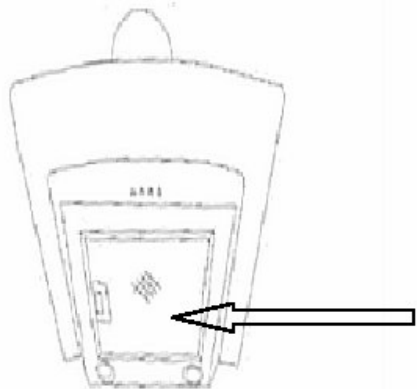
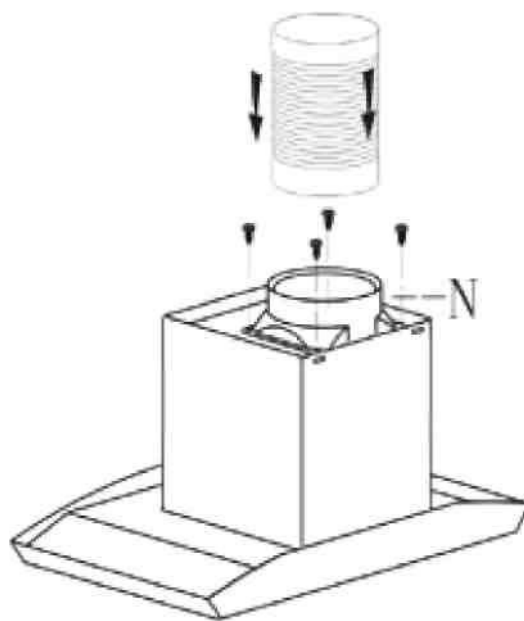

Fig. 1 - Vetfilter
Fig. 12
1. Haal de metalen vetfilters af van de afzuigkap (zie fig.1).
Controleer het met de twee meegeleverde schroeven opgezette verbindingstuk („N“) op de afzuigkap (fig. 1 rechts). M.b.v. een buis 125 mm diameter het (N) stuk (zie fig. 12) met de afvoerkoker van keukendamp van 150 cm2 diameter verbinden.
Voor afzuigfunctie moet de afvoerbuis 125 mm op het "N" stuk op fig. 1 hoger worden aangesloten. Deze buis maakt geen deel uit van de afzuigkap.